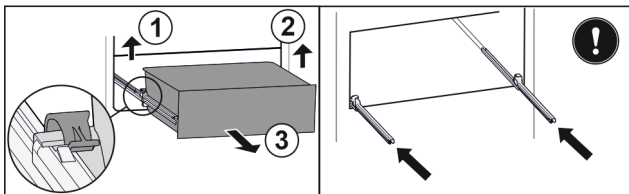

Fig. 30
- ▶ Linker klem optillen en gelijktijdig lade links naar voren trekken. Fig. 30 (1)
- ▶ Rechter klem optillen en gelijktijdig lade rechts naar voren trekken. Fig. 30 (2)
- ▶ Lade naar voren toe verwijderen. Fig. 30 (3)